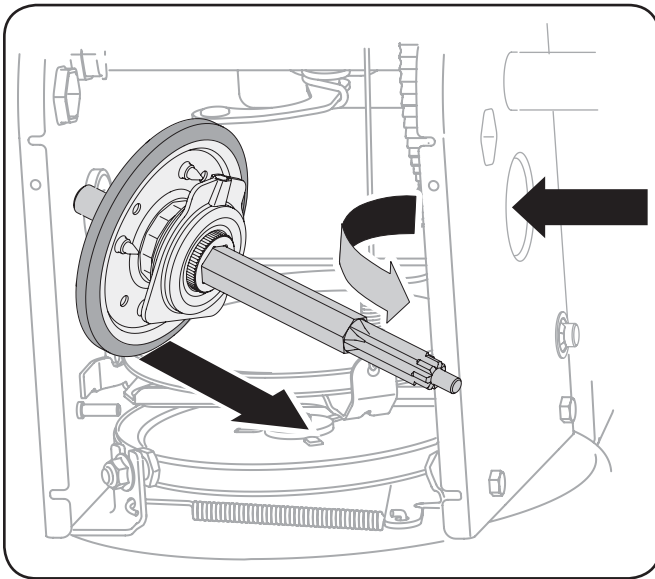

Figura 7-9
6. Con cuidado, ubique el eje hexagonal hacia abajo y hacia la izquierda antes de deslizar con precaución el montaje de la rueda de fricción fuera del eje. Vea la Figura 7-9.